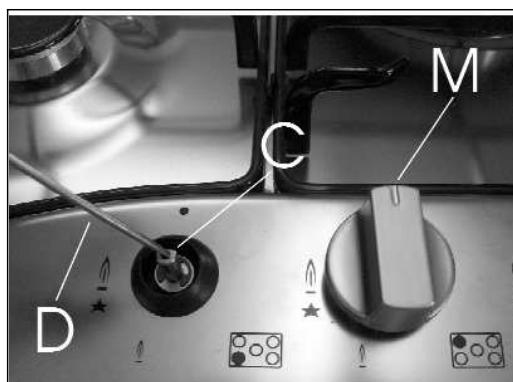

РИС. 13
- Снимите ручку вентиля „M” (рис. 13), которая просто надевается на стержень и больше ничем не закреплена.
- Вставьте маленькую отвертку „D” в отверстие „C” (рис. 13) и поворачивайте вправо или влево стопорный винт, до тех пор, пока пламя конфорки не отрегулируется до соответствующего положению «Минимум».